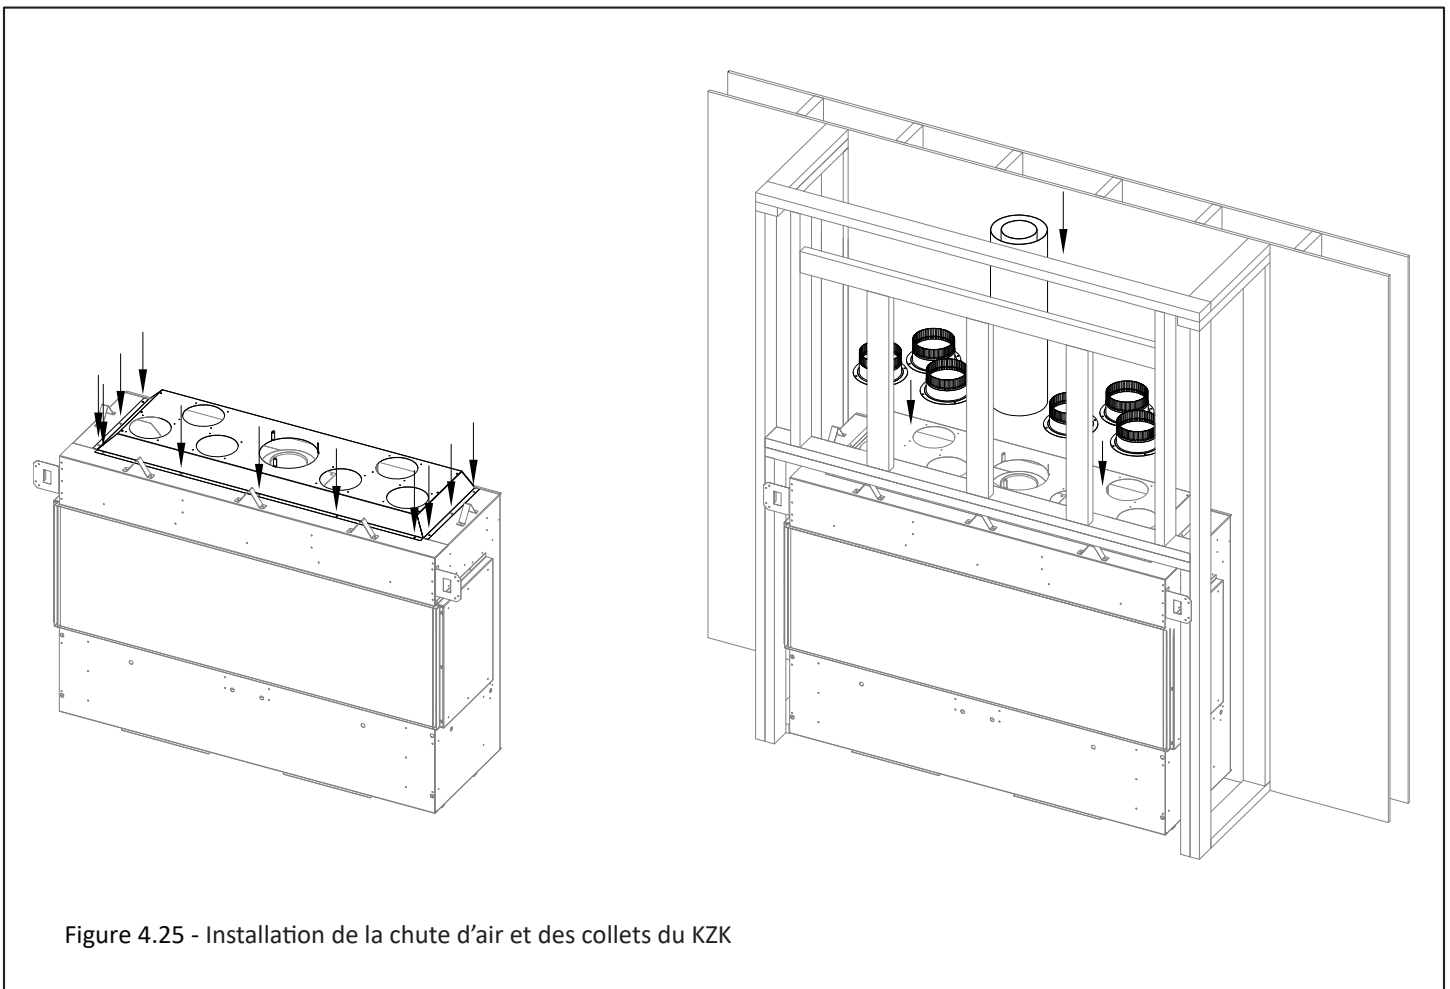

Figure 4.25 - Installation de la chute d'air et des collets du KZK
Important: Vous devez commander une (1) chute d'air (G6020-ACH) avec votre kit Komfort Zone (KZK-056 ou KZK-1510) et vos conduits flexibles (KZK-610). La chute d'air (G6020-ACH) se fixe sur le dessus du foyer. Voir la Figure 4.25.